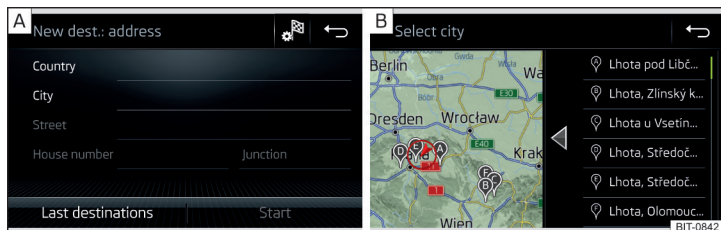

Fig. 214 Saisie de la destination au moyen de l'adresse : Menu principal / Liste des destinations trouvées
- Saisissez et confirmez l'adresse de destination » fig. 214 - **A**.
Selon le nombre de destinations recherchées, celles-ci peuvent être affichées automatiquement sur une carte avec une liste des lieux recherchés » fig. 214 - **B**.